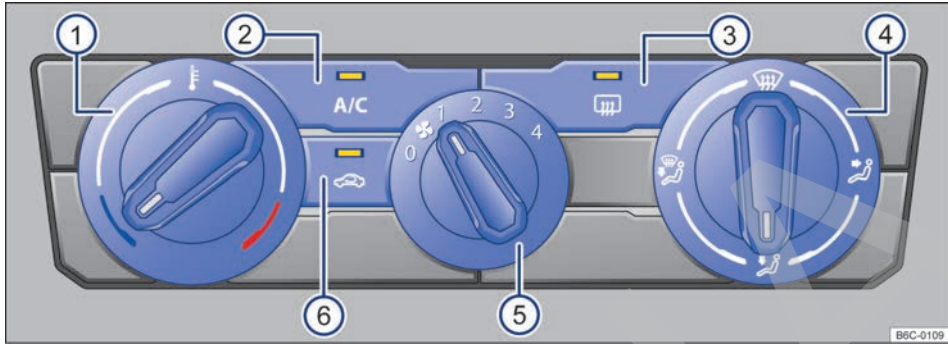

Fig. 80 Mandos del aire acondicionado.
- Aire acondicionado: girar el regulador del ventilador al nivel 0 → fig. 80 (5).
- Aire acondicionado: girar el regulador giratorio izquierdo → fig. 80 (1).
- *Aire acondicionado*: girar el regulador del ventilador → fig. 80 (5).
- *Aire acondicionado*: girar el regulador de la derecha → fig. 80 (4) a la posición deseada.
- *Aire acondicionado*: girar el regulador derecho a la posición  → fig. 80 (4).